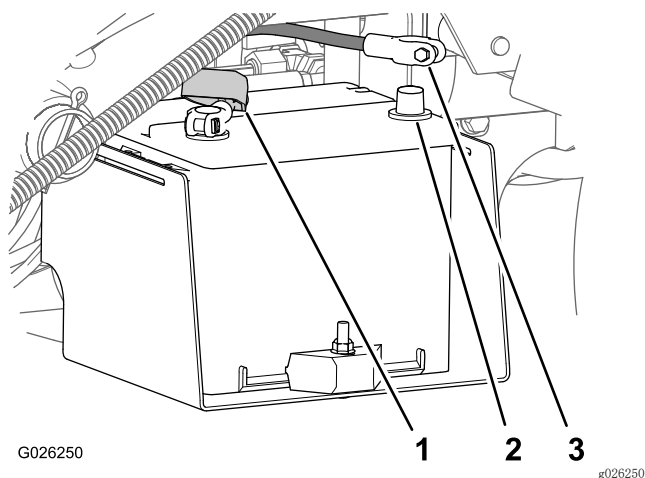

图3
3. 从电池电极上断开负极电池接线的端子（图3）。
3. 将正极电池接线（红色）连接到正极（+）电池端子，并用螺栓和螺母固定接线（图3）。